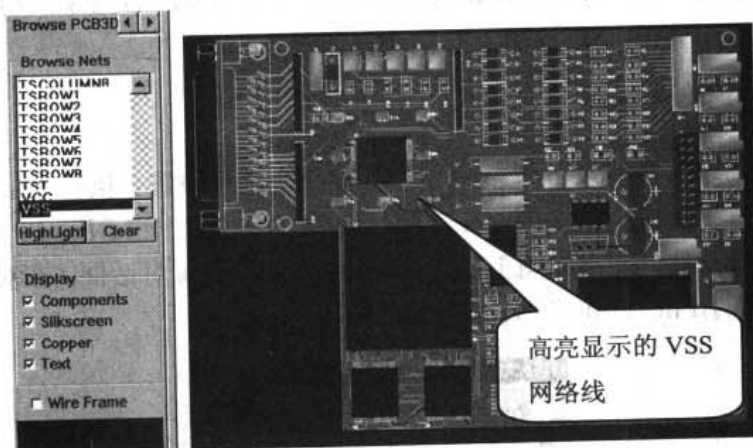

图 16-6 高亮显示结果
- (3) 在元件浏览器中单击 Browse PCB3D 标签，在 Browse Nets 选项区域中单击想要高亮显示的网络，然后再单击下面的 Highlight 按钮，即如图 16-6 所示。